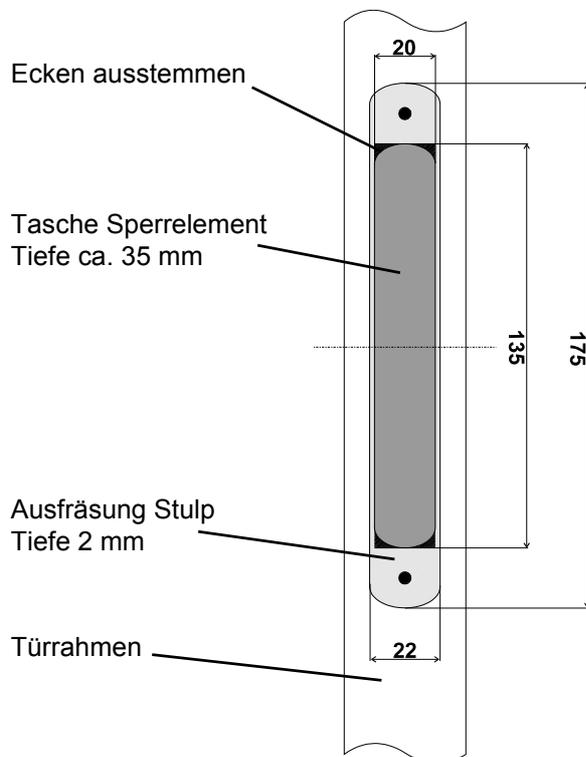
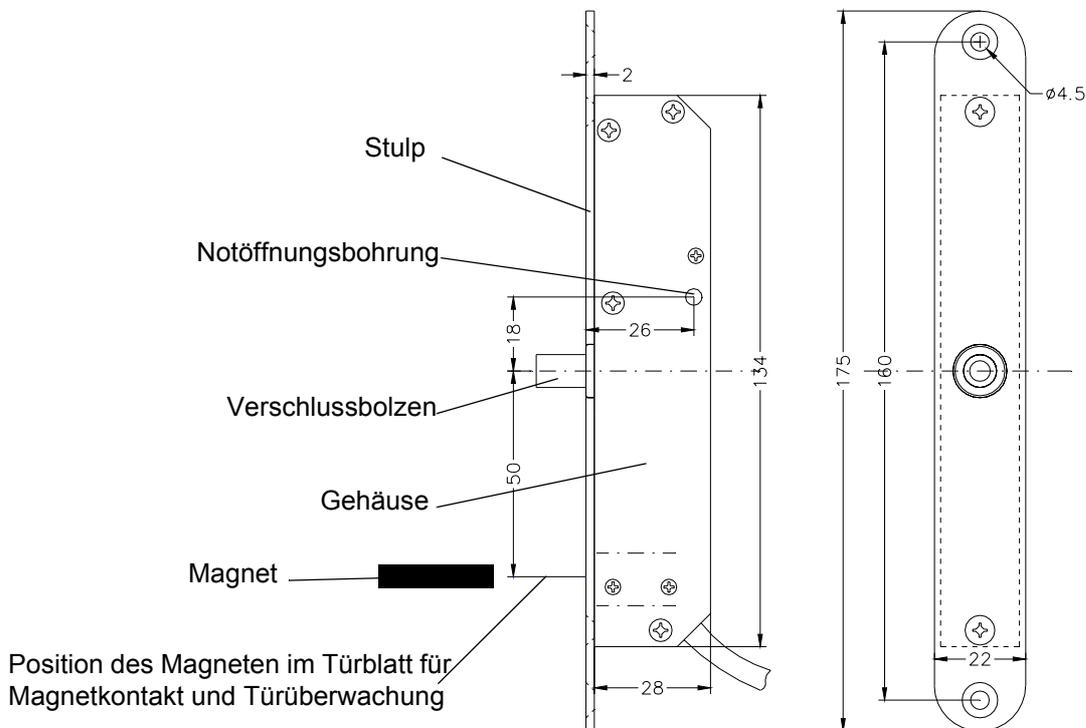

Bild 1: Montage Sperrelement
Bild 2: Einbaumaße Sperrelement
Die exakten Einbaumaße sind Bild 1 oder Bild 2 zu entnehmen. Nähere Angaben zur Notöffnung sind auf Seite 3 und Seite 11 zu finden.
Bei Verwendung des Magnetkontaktes den mitgelieferten Magneten neben dem Gegenstück in das Türblatt einbauen. Dazu eine Bohrung ( $\varnothing$  8 mm, Tiefe = 30 mm) in das Türblatt einbringen. Die korrekte Position des Magneten aus Bild 2 entnehmen oder mit der beiliegenden Bohrschablone ermitteln.
- Nach Installation des Sperrelementes mit Hilfe der Bohrschablone oder anhand der Einbaumaße aus Bild 2 die Bohrung für die Notöffnung am Türrahmen markieren.